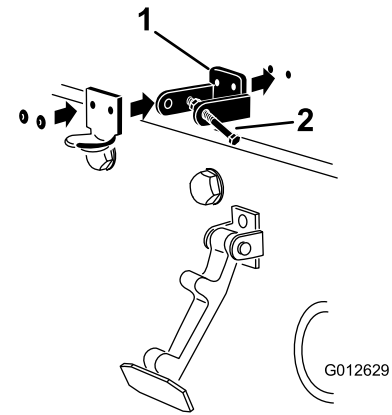

Figure 18
3. Alignez les trous de montage, puis positionnez le support de loquet CE et le support de loquet du capot sur le capot. Le support de loquet doit être appuyé contre le capot (Figure 18). Ne retirez pas le boulon et l'écrou du bras de support de loquet.
5. Rivetez les supports et les rondelles sur le capot (Figure 18).